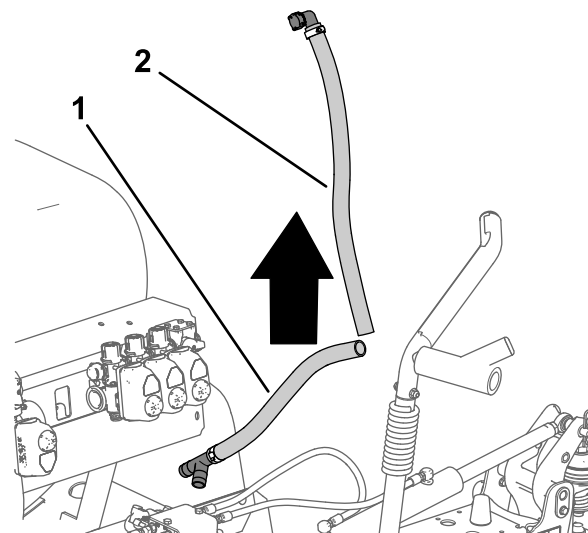

Figura 45
- Retire las mangueras de desvío superior e inferior de la máquina (Figura 45).